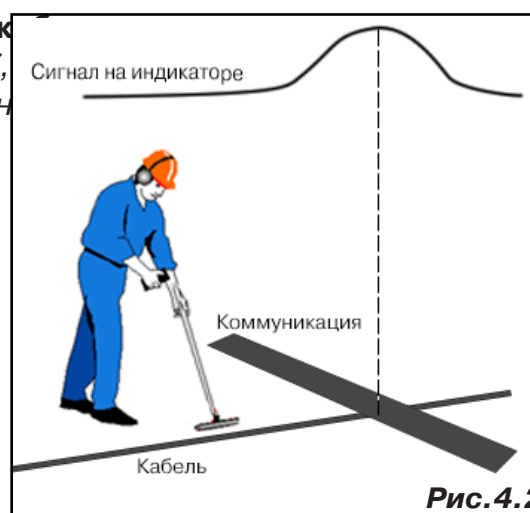

Рис. 4.2
3. Расположить корпус электромагнитного датчика над трассой кабеля параллельно трассе (уровень сигнала на индикаторе приемника будет близок к нулю) (рис. 4.2). Провести трассопоиск в соответствии с методом максимума. При прохождении по трассе, место пересечения кабеля с коммуникациями определяют по максимальному сигналу.